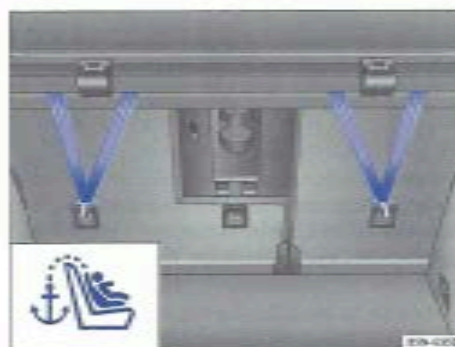

Fig. 76 Ceintures de retenue supérieures accrochées dans le coffre à bagages.
1. Lors de la dépose et de la pose, tenez compte de la notice du fabricant du siège pour enfants → ②.
8. Accrochez la ceinture de retenue supérieure se trouvant dans le coffre à bagages dans l'œillet de retenue correspondant → fig. 76.